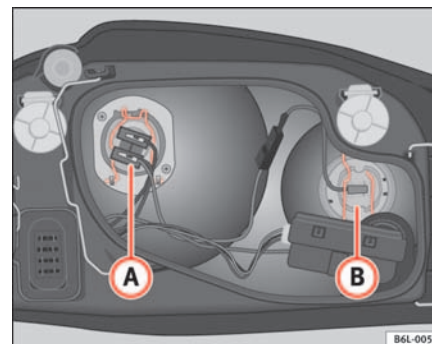

Fig. 141 Lampe du feu de croisement
- Extraire le connecteur du câble de la lampe (A) ⇒ fig. 141